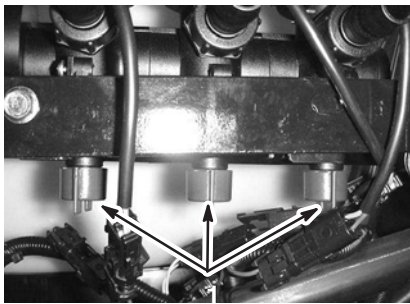

Bild 28
12. Verstellen Sie das Sicherheitsventil des Spritzgestänges (Bild 28) unter dem Spritzgestängeregulierungsventil für das abgestellte Spritzgestänge so lange, bis der auf dem Manometer angezeigte Druckwert dem in Schritt 9 angezeigtem Wert entspricht.